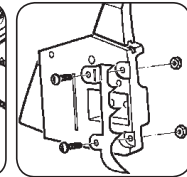

Fig. 3L
- Fixez la griffe d'abattage sur le couvercle du frein de chaîne comme démontré sur la (Fig. 3L).